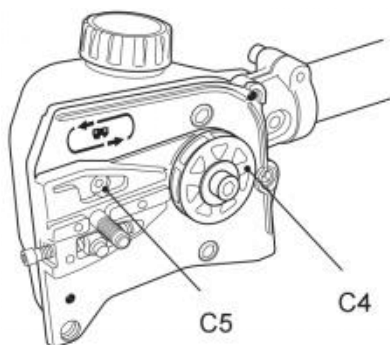

Fig. 70
2. Überprüfen Sie den Öanschluss (C5) auf Verstopfung und reinigen Sie ihn gegebenenfalls, um eine ordnungsgemäße Schmierung der Führungsschiene und der Sägekette während des Betriebs sicherzustellen. Verwenden Sie einen weichen Draht, der klein genug ist, um ihn in die Ölauslassöffnung einzuführen (Abb. 70).